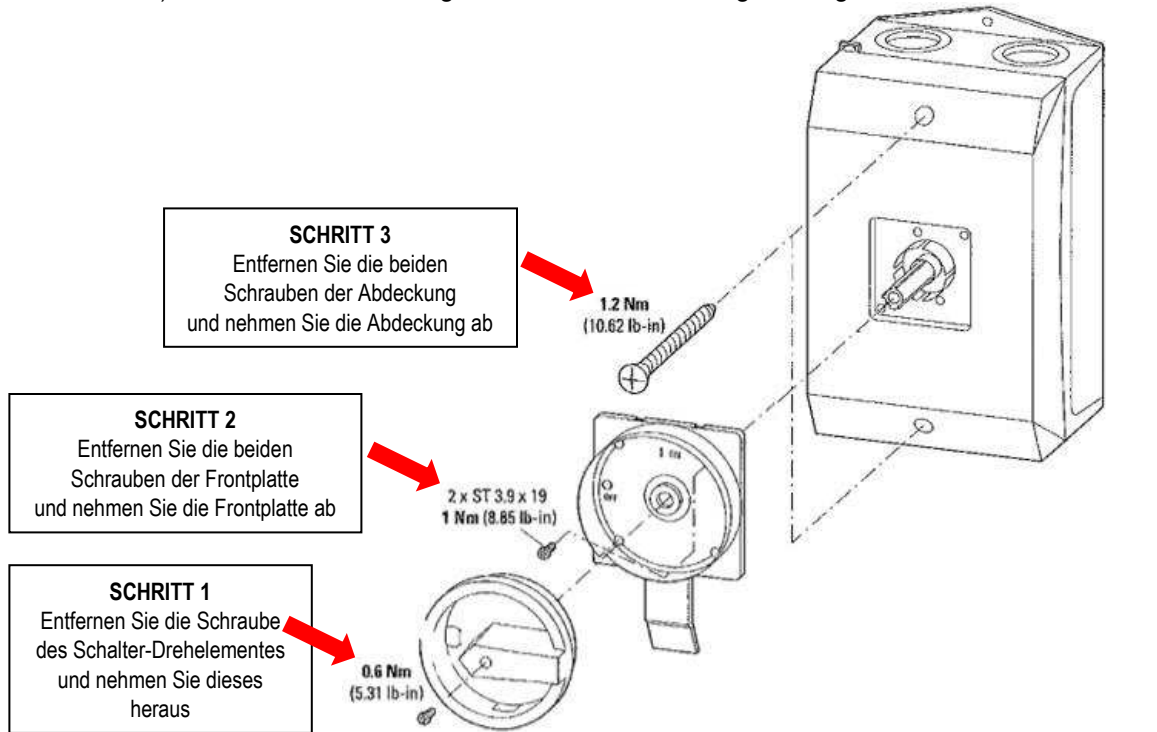

Abbildung 61
1.) Öffnen Sie das Trenngehäuse, wie in Abbildung 61 dargestellt.
- 4.) Ziehen Sie nach dem Anbringen des Netzkabels die Kabelverschraubung fest, um das Kabel zu sichern. Bringen Sie das Trenngehäuse wieder an, indem Sie die in Abbildung 61 beschriebenen Schritte in umgekehrter Reihenfolge durchführen.